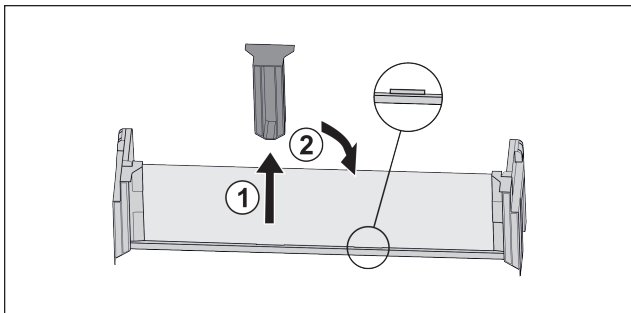

Fig. 103
- Dra ut den fästdelen i mitten Fig. 103 (1).
- Sätt in fästdelen i mitten i andra läget Fig. 103 (2).